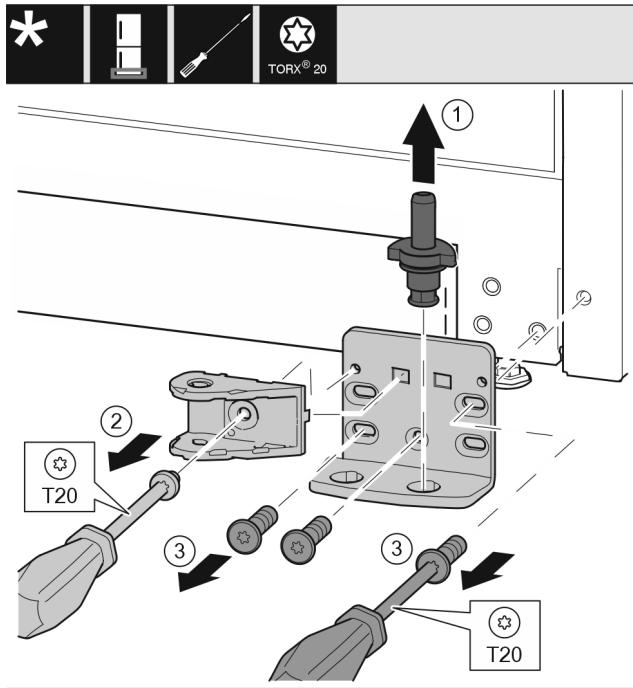

Fig. 22
- ▶ Lagerbolzen Fig. 22 (1) komplett nach oben herausziehen.
- ▶ Schraube Fig. 22 (2) mit Schraubendreher herausdrehen und Schließdämpferverbindung abnehmen.
- ▶ Schrauben Fig. 22 (3) mit Schraubendreher herausdrehen und Lagerbock abnehmen.